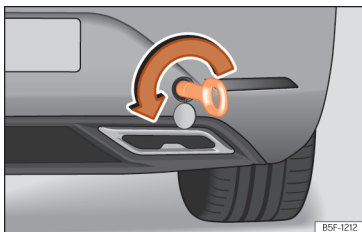

Fig. 215 No lado direito do para-choques traseiro: argola de reboque enroscada.
- Enrosque a argola de reboque no alojamento girando-a ao máximo **no sentido contrário ao dos ponteiros do relógio** »» Fig. 215, »» ①. Utilize um objeto adequado com o qual possa enroscar completa e firmemente a argola de reboque no seu alojamento.